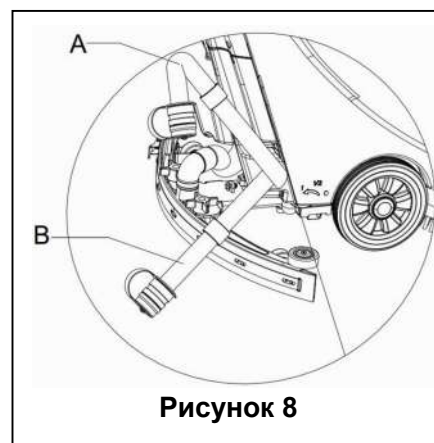

Рисунок 8
2. При использовании ручки швабры (14), приподнимите швабру.
4. Возьмитесь за руль (2) и осторожно наклоните устройство назад, чтобы направляющее колесо коснулось пола. (Для стыковки устройства см. процедуры остановки секции)
5. Отключите сливной шланг от фиксатора, согните верхнюю часть сливного шланга (как показано в **А, рисунок 8**), а затем откройте крышку сливного шланга, опустите сливной шланг на низкий уровень или на землю, для того, чтобы слить воду. Кроме того, сразу установите сливной шланг в низкой позиции или на земле, чтобы сделать спускающийся выход воды (как показано в **В, рисунок 8**), а затем откройте крышку отверстия для слива воды, для отвода сточной воды в резервуаре. После завершения слива, используйте чистую воду, чтобы очистить резервуар для грязной воды.